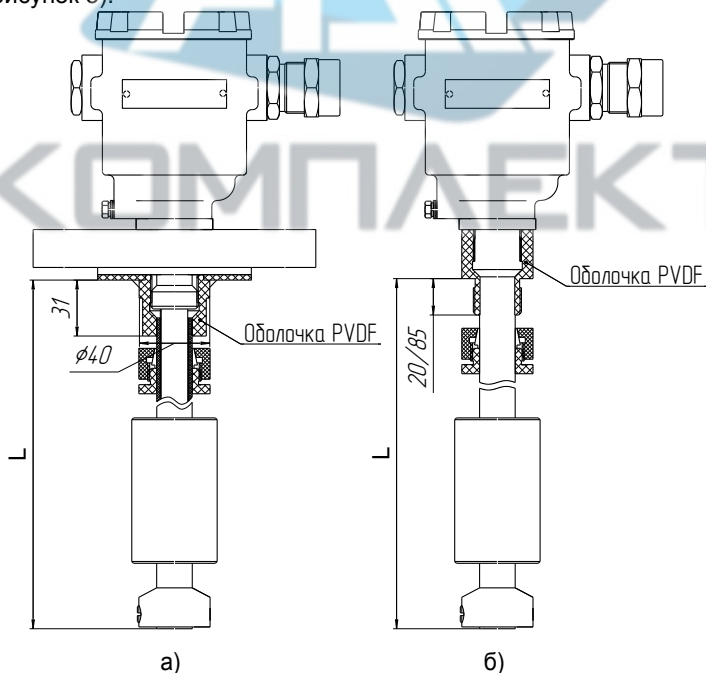

Рисунок 3
2.1.10 ПМП изготавливаются с направляющей длиной от 250 до 5000 мм. Длина направляющей L – это расстояние от нижней торцевой поверхности направляющей до уплотнительной поверхности устройства крепления (фланца или резьбового штуцера) (рисунок 3).
Защитная оболочка направляющей ПМП и устройства крепления, поплавков и ограничители хода поплавка выполнены из химстойкого пластика. Защитная оболочка (рисунок 3) фиксируется на направляющей резьбовым соединением, закрывает направляющую и устройство крепления, исключая воздействие на них агрессивной среды.